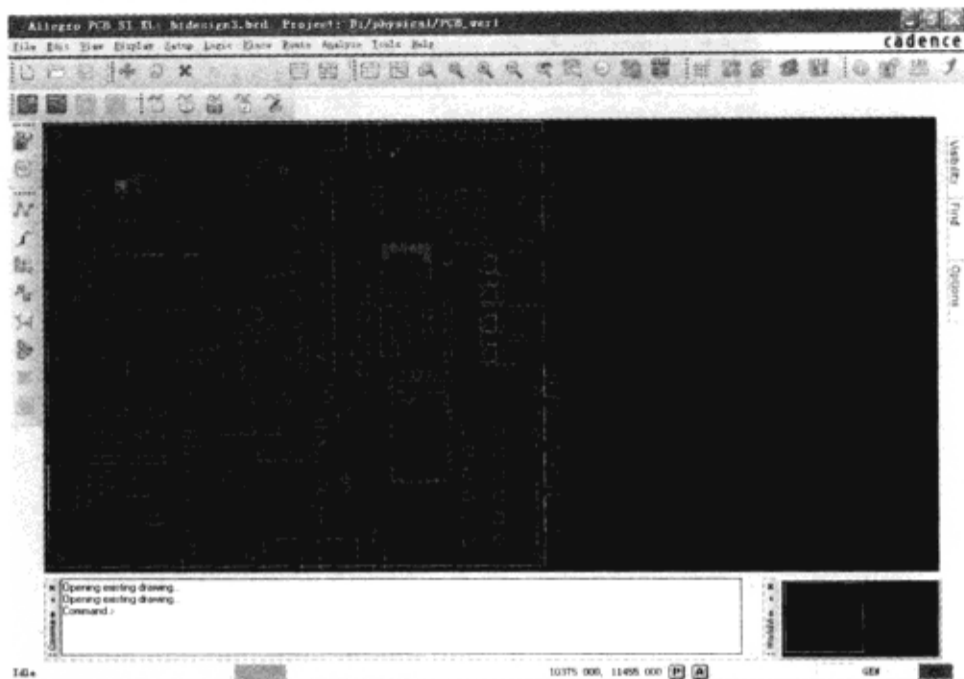

图 3-10-58 PCB 文件
(2) 执行菜单命令“File”→“Open”，打开 D:\physical\PCB\_ver1\hidesign3.brd 文件，如图3-10-58所示。